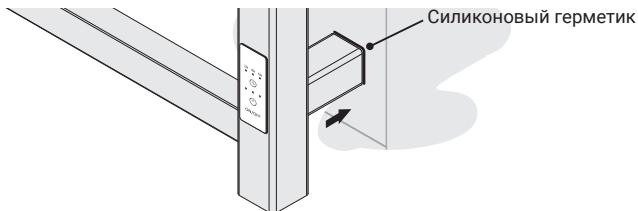

Рис.15
4.3.9. Для повышения степени защиты произвести герметизацию шва силиконовым герметиком с левой и правой стороны по контуру прымыкания модуля скрытого подключения и стены (рис. 15).